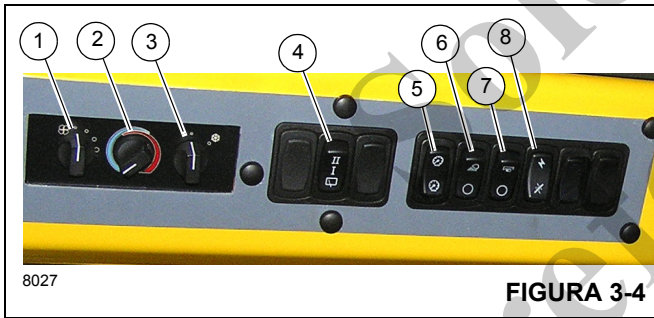

Figura 3-4 - Números de artículos
El limpiacristal de la ventana del techo (2, Figura 3-3) se controla por medio del interruptor del limpiacristal de la ventana del techo (4, Figura 3-4), y su funcionamiento es controlado por el motor del limpiacristal.
El interruptor del ventilador del calefactor/acondicionador de aire (1) (Figura 3-4) controla la velocidad del ventilador de la cabina. La velocidad del ventilador controla el volumen de
El interruptor de control del calefactor (2) (Figura 3-4) controla la intensidad de la temperatura de calefacción. Gire el interruptor hacia la derecha (sentido horario) para abrir la válvula para la calefacción. (El calor proviene del fluido calentado que circula por el serpentín del calefactor.) Gire el interruptor hacia la izquierda (sentido contrahorario) para cerrar la válvula para detener la circulación del fluido y reducir el calor.
El interruptor del acondicionador de aire (3) (Figura 3-4) controla el funcionamiento del sistema de acondicionamiento de aire opcional. Los ajustes son apagado (O) y encendido (I).
El limpiacristal eléctrico se usa para quitar la humedad de la ventana en el techo. El limpiacristal de la ventana del techo es controlado por el interruptor del limpiacristal (4) (Figura 3-4). Éste es un interruptor de 3 posiciones, APAGADO, velocidad BAJA y velocidad ALTA (OFF/LOW/HIGH).
El interruptor del atenuador de luces de tablero (5) (Figura 3-4) controla la iluminación de los controles del calefactor/acondicionador de aire que se encuentran en la parte superior y el medidor de temperatura de aceite de la transmisión (7) (Figura 3-3); presione el interruptor para aumentar o reducir la iluminación del tablero.
El interruptor de luces de trabajo (6) (Figura 3-4) controla las luces de trabajo de la grúa montadas en la parte delantera inferior de la cabina de la superestructura. Presione la parte superior del interruptor para encender las luces de trabajo. Presione la parte inferior del interruptor para apagar las luces de trabajo.
El interruptor de las luces de la pluma (7) (Figura 3-4) se encuentra en el tablero de la pantalla lateral. Este interruptor de dos posiciones (ON/OFF) controla el funcionamiento de los proyectores de la pluma. Presione la parte superior del interruptor para encender las luces de la pluma; presione la parte inferior del interruptor para apagar las luces de la pluma.
El interruptor de alimentación de funciones de grúa (8) (Figura 3-4) se encuentra en el tablero de la pantalla lateral. Este interruptor de dos posiciones (ON/OFF) permite al operador desconectar la energía eléctrica de las funciones de la grúa controladas por los controladores hidráulicos en los apoyabrazos. Al colocar el interruptor en la posición de APAGADO se impide el accionamiento inesperado de las funciones si se tocan los controladores durante el transporte